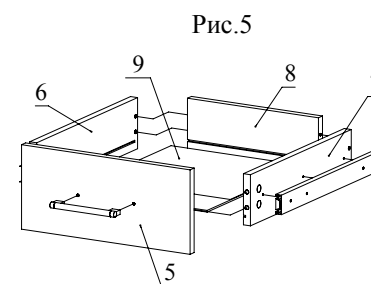

Рис.5
4. Соберите ящик. Для этого соедините деталь 6, 7 с деталью 8 при помощи конфирмат. Вставьте деталь 9 (ДВП) в пазы. Соедините деталь 5 с полученной конструкцией и затяните головки минификс (Рис.5).